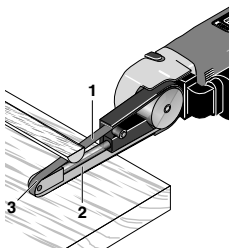

Fig. 3
2. Die Schleiffläche **2** (Fig. 3) eignet sich besonders zum Bearbeiten von planen Flächen. Mit der Schleiffläche **1** bearbeitet man am besten Rundungen. Die Stimsseite **3** ist geeignet für Arbeiten an engen Öffnungen und Vertiefungen.